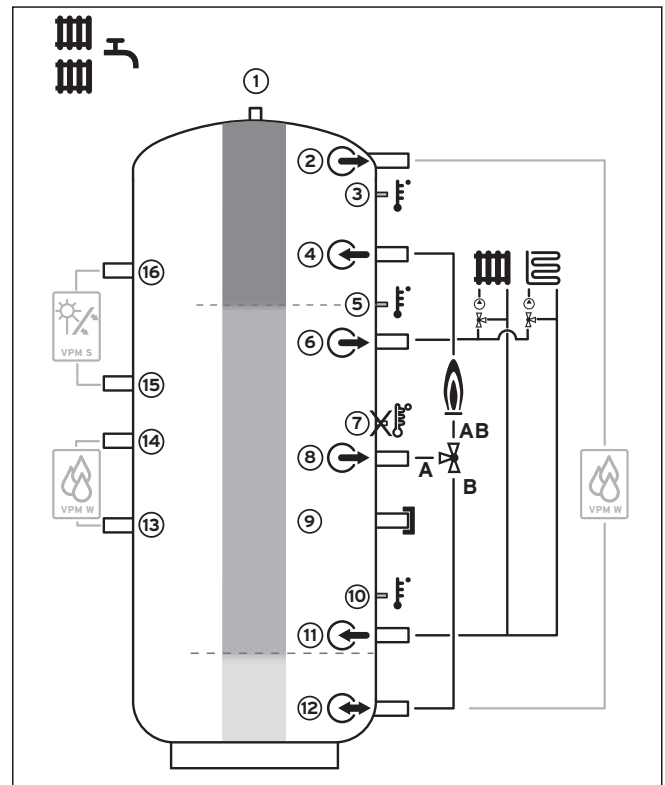

Abb. 4.2 Anschlusschema Wohnanwendung
- Montieren Sie die Frischwasserstation an Vor- und Rücklauf (siehe Abb. 4.2, 13/14).
- Montieren Sie die Solarladestation an Vor- und Rücklauf (siehe Abb. 4.2, 15/16).
- Montieren Sie drei VR 10 Temperaturfühler aus dem Lieferumfang des Solarsystemreglers VRS 620/3 in die Fühlerrohre (siehe Abb. 4.2, Pos. 3, 5 und 10) des Pufferspeichers.
Wenn laut Hydraulikplan ein motorbetriebenes Umschaltventil notwendig wird, um zwischen dem Bereitschaftsteil für Warmwasser und dem für die Heizung umzuschalten, dann gilt folgende Einbausituation (siehe Abb. 4.2):